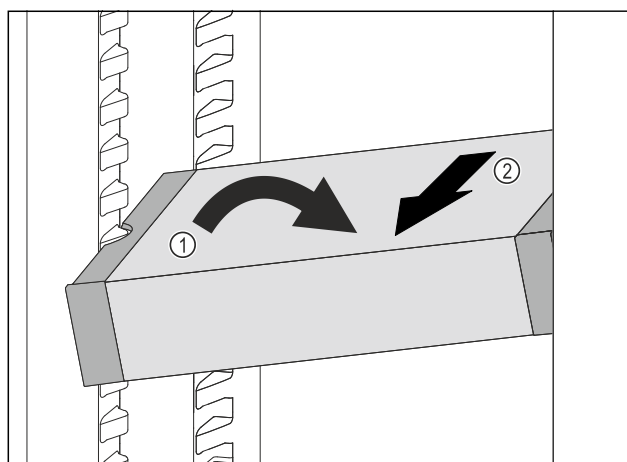

Fig. 139
- ▶ VarioSafe postavte v chladničce šikmo. Fig. 139 (1)
- ▶ VarioSafe odeberte směrem dopředu. Fig. 139 (2)